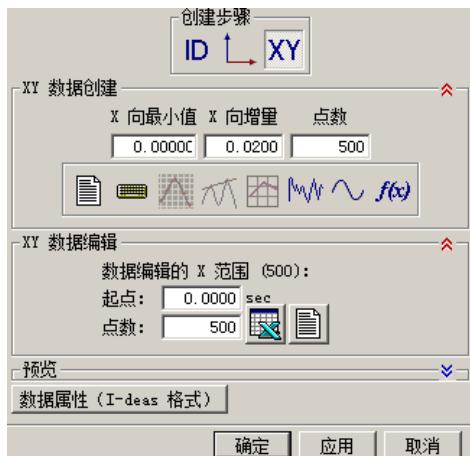

图 7.3.29 “XY 数据编辑”界面
- 此时将激活 **XY 数据编辑** 区域中的选项，在该区域中可以设置要编辑的起点以及点数，通过 Excel 电子表格或文本编辑器来编辑随机的数据，如图 7.3.29 所示。